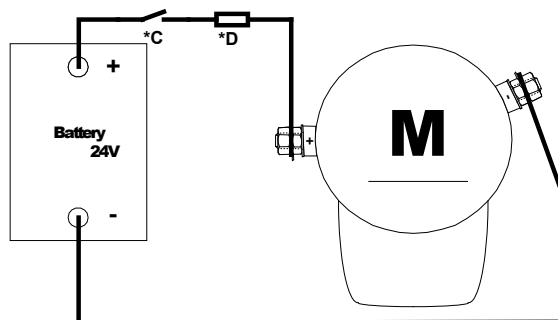

Fig. 1
3. Fest motoren til braketten med de fire boltene (Fig. 1).